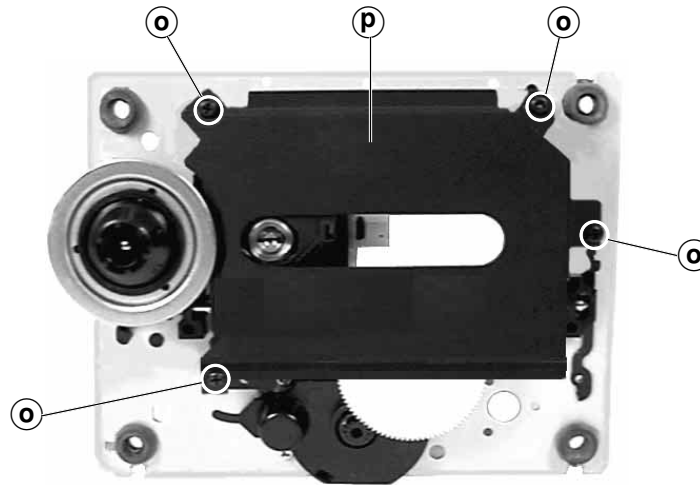

Fig. 10
- 4 Schrauben (o) herausdrehen und Abdeckblech (p) abnehmen (Fig. 10).
- Undo 4 screws (o) and remove the cover plate (p) (Fig. 10).